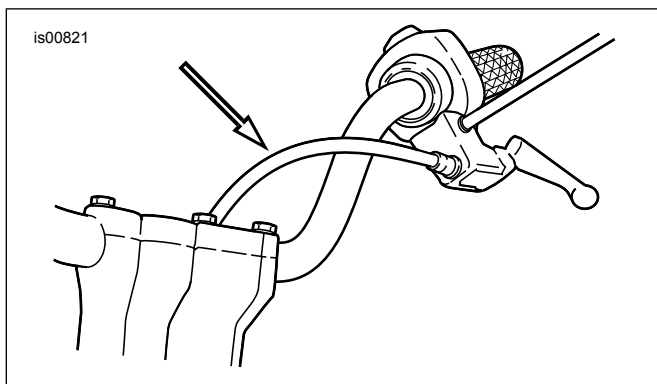

Figure 2. Disposition du nouveau câble d'embrayage
2. Maintenir l'ajusteur de câble à l'aide d'une clé de 1/2 po et desserrer le contre-écrou (3) avec une clé de 9/16 po. Ramener le contre-écrou vers l'arrière depuis l'ajusteur de câble. Déplacer l'ajusteur vers le contre-écrou pour laisser du jeu au niveau de la poignée.
- Consultez Figure 2 . Réacheminer le câble d'embrayage vers l'intérieur du guidon.